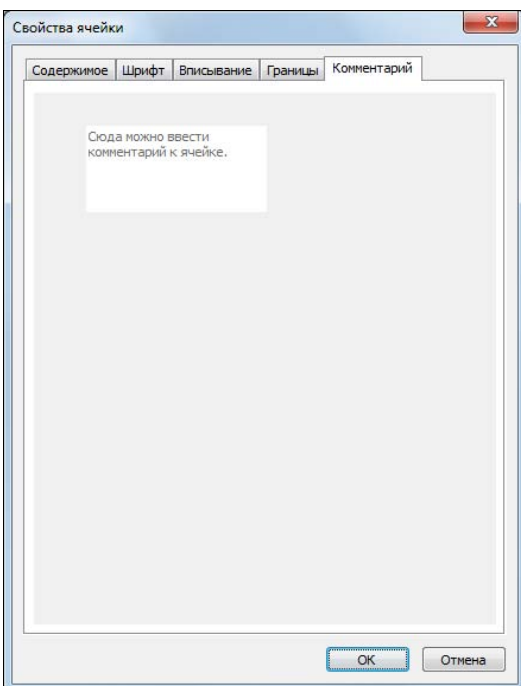

Рис. 4.75. Вкладка Комментарий
- ◆ **Комментарий** — комментарий к ячейке, по необходимости (рис. 4.75).